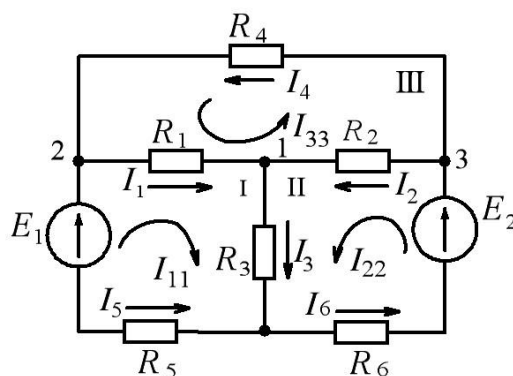

Рис. 1.2
1. Вводя понятие "контурный ток", произвольно задаем направление этих токов $-I_{11}$, I_{22} , I_{33} (рис. 1.2).
2. Составляем для каждого **независимого** контура уравнение **только по второму закону Кирхгофа** для выбранных контуров. Напомним, что независимый контур – это такой контур, в который входит хотя бы одна новая ветвь (например, на рис. 1.2 – контуры I, II и III):
Пример. Рассчитать сложную цепь постоянного тока по схеме, изображенной на рис. 1.2.